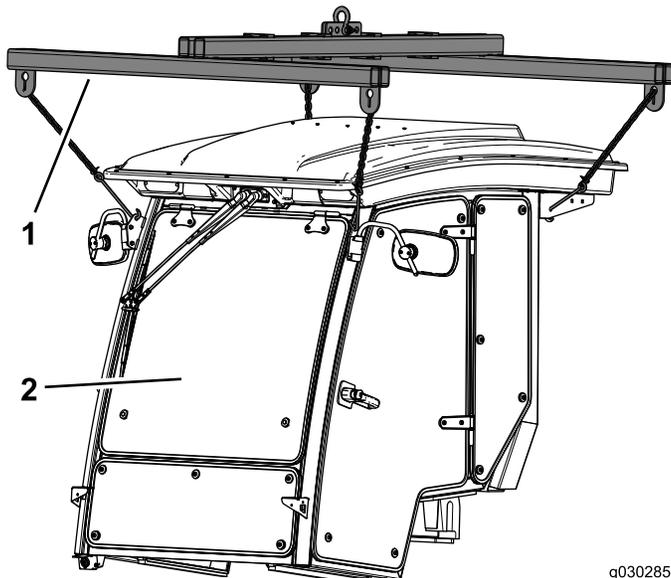

Bild 20
1. Stützen Sie die Kabine mit dem Kabinenflaschenzug von Toro oder einer ähnlichen Vorrichtung ab (Bild 20).